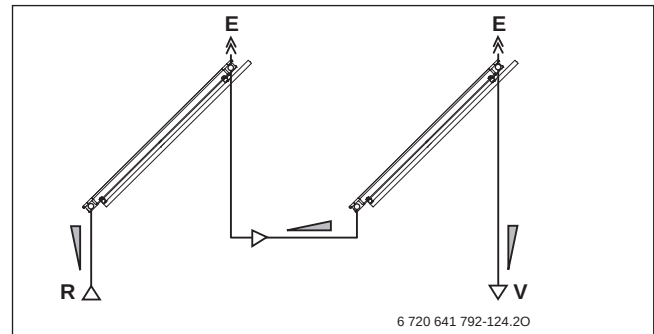

Bild 154 Hydraulikschema mit Entlüfter pro Kollektorreihe am Beispiel Flachdachmontage (Reihenschaltung)
- Für jede Reihe einen Entlüfter einplanen (→ Bild 154).